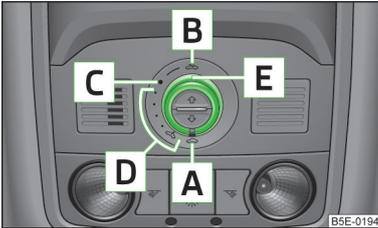
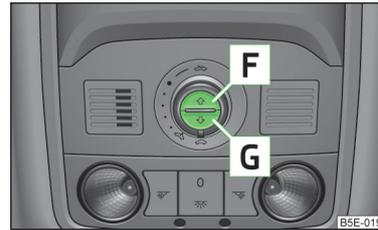

Abb. 26
Abb. 27
- Wurde z. B. die Batterie abgeklemmt und wieder angeklemt, kann es passieren, dass das Schiebe-/Ausstelltdach außer Funktion ist. Dann den Drehschalter in die Schalterstellung  » Abb. 26 auf Seite 47 stellen, ziehen und an der Ausparung nach unten und vorn festhalten. Nach etwa 10 Sekunden geht das Schiebe-/Ausstelltdach auf und wieder zu. Erst danach den Drehschalter wieder loslassen.
- Wurde z. B. die Batterie abgeklemmt und wieder angeklemt, kann es passieren, dass das Sonnenschutzrollo außer Funktion ist. Dann den Schalter in Stellung  » Abb. 26 auf Seite 47 drehen, die Taste  » Abb. 27 auf Seite 47 drücken und halten. Nach etwa 10 Sekunden geht das Sonnenschutzrollo auf und wieder zu. Erst danach den Drehschalter wieder loslassen.
➤ Den Schalter in Stellung **C** » Abb. 26 drehen.
- Den Schalter in Stellung **A** » Abb. 26 drehen.
Das Sonnenschutzrollo kann mithilfe der Tasten geschlossen bzw. geöffnet werden » Abb. 27.
- Zum vollständigen Öffnen die Taste **F** » Abb. 27 kurz drücken.
- Zum vollständigen Schließen die Taste **G** » Abb. 27 kurz drücken.